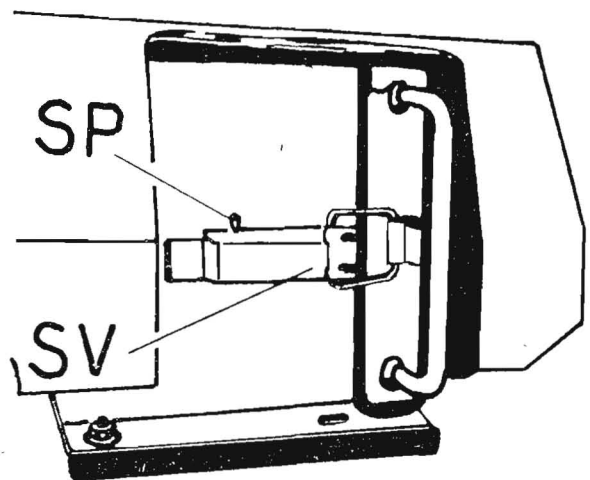

Bild 4/21
Dazu Splint (SP) entfernen und Schnappverschluss (SV) öffnen, Filter herausziehen und mit Preßluft ausblasen (Bild 4/21).